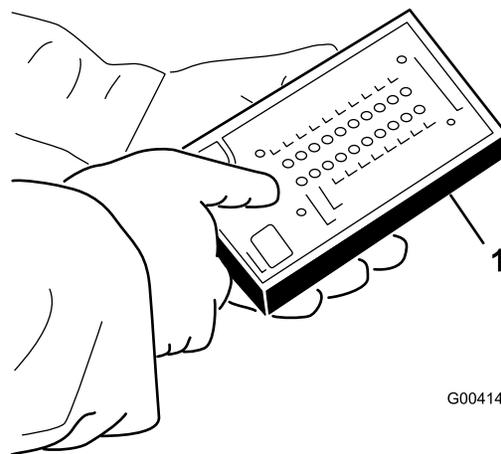

Figura 50
5. Collegare il connettore del display Diagnostic ACE al connettore del cablaggio preassemblato (Figura 50).